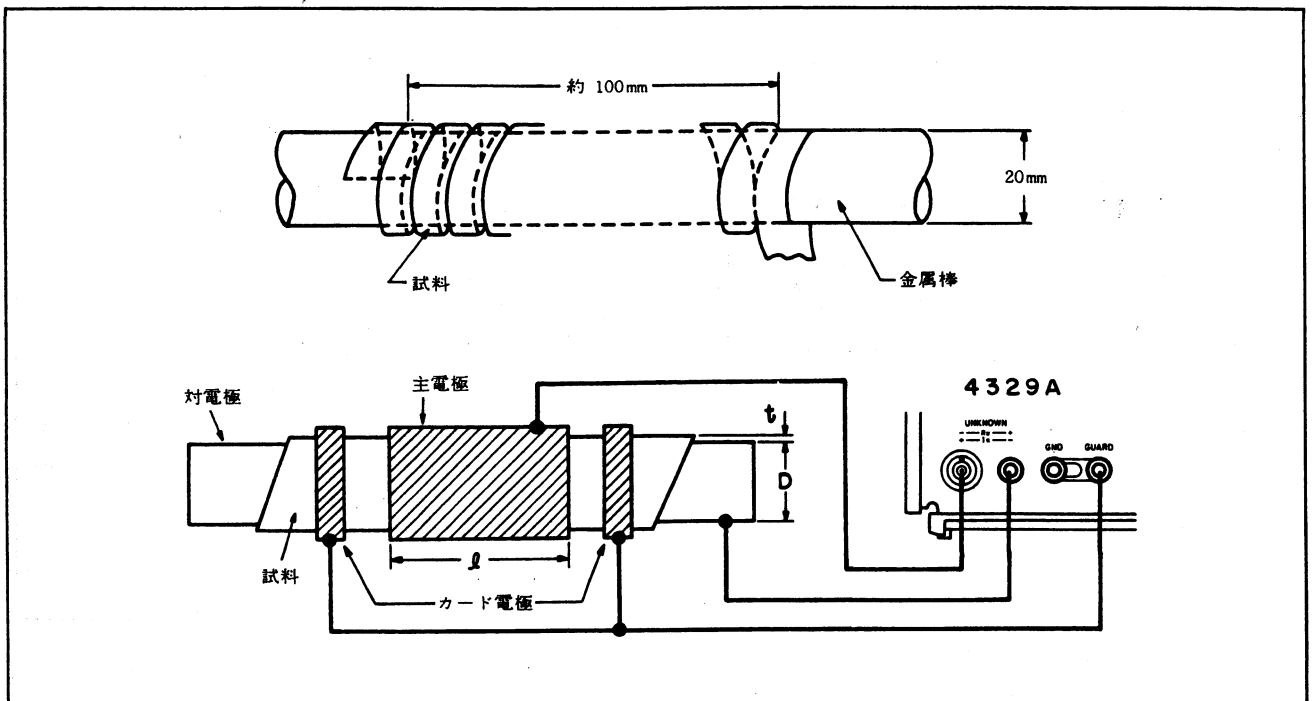

図3-9 ビニル絶縁テープの体積固有抵抗を測定する場合の電極配置
電気絶縁用ビニルテープの体積固有抵抗は、次の方法で測定します。セットアップは、図3-9をごらんください。なお詳細は、JIS C 2337 電気絶縁用ビニルテープの規定をごらんください。
- 4) 4329 A の MODE スイッチが DISCHARGE になっていることを確認した後、図3-9にしたがって 16117 A テストリードに試料を接続します。試料のガード電極は、4329 A の GUARD 端子に接続します。